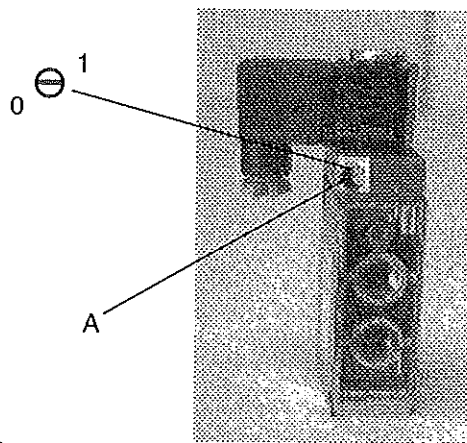

FIG. 6
- tutti i movimenti pneumatici siano corretti, eseguendo un intervento manuale sulle elettrovalvole (agire con un cacciavite sulla vite pos. A, con presenza di aria e senza dare tensione al quadro elettrico - vedere FIG. 6);